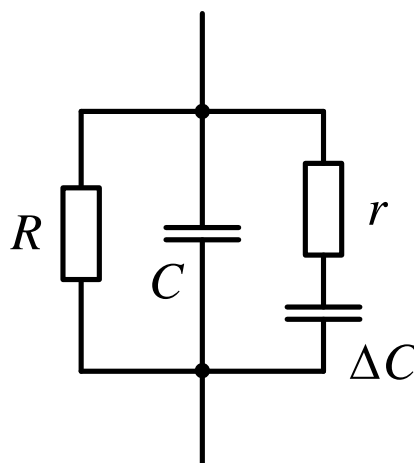

Рис. 1. Схема замещения двухслойной изоляции
4. Дайте пояснения к кривой 2, изображенной на рис. 1,21.
Методические указания. Двухслойную изоляцию можно представить в виде следующей схемы замещения, показанной на рис. 1.